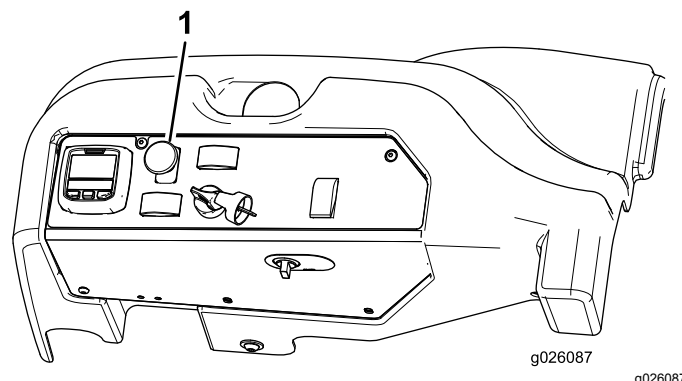

Figure 15
3. Tirez sur la commande de PDF pour engager la PDF (Figure 15).